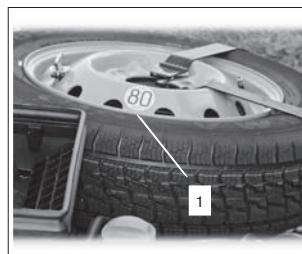

Рис. 43
Автомобиль имеет запасное колесо со штампосварным диском с вылетом обода (ET) 58 мм, которое размещается в моторном отсеке (рис. 43). В случае, когда литые колёса и запасное колесо имеют разный вылет обода, штампосварное колесо может использоваться совместно с литыми колёсами только непродолжительное время. При этом должен соблюдаться режим ограничения максимальной скорости движения – 80 км/ч. На диске запасного колеса имеется информационная табличка 1 с указанием разрешённой максимальной скорости – 80 км/ч (рис. 43). Величина вылета обода (ET) указана на внутренней стороне спицы литого колеса.